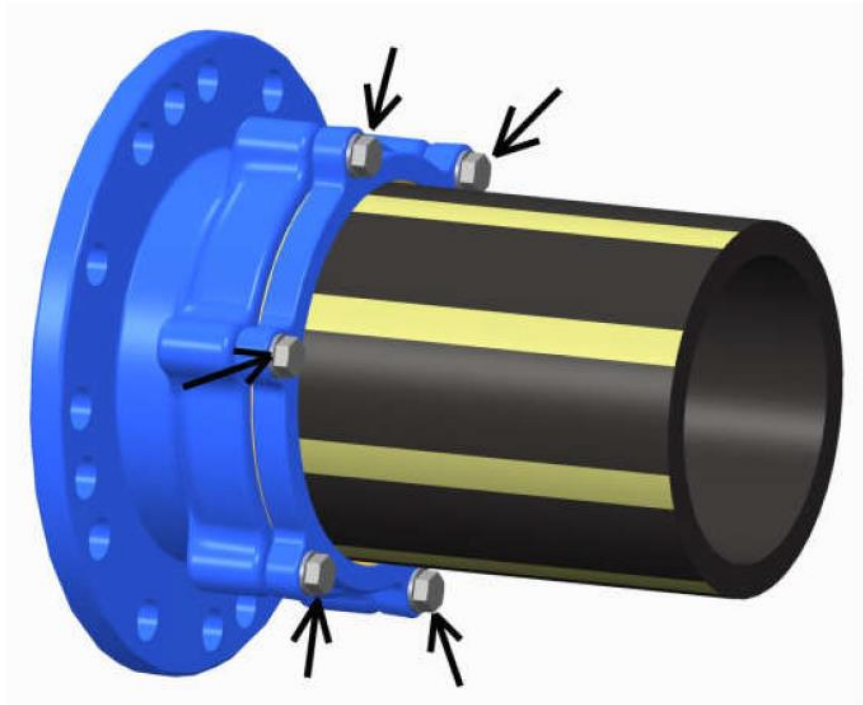

BILD 3
Die M10 Schrauben (5) des Spannringes (2) werden mit 60Nm gleichmäßig festgezogen – 3 Durchgänge, kreuzweise ! (Bild 3)